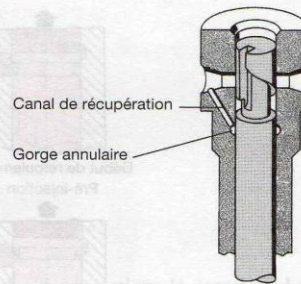

Figure 32.8. Élément de pompe avec récupération des fuites
- Lorsque la lubrification de la pompe s'effectue à partir du circuit de graissage sous pression du moteur, un dispositif de « récupération des fuites » est prévu sur chacun des éléments de pompage (fig. 32.8) afin d'éviter la dilution de l'huile du moteur par le carburant.